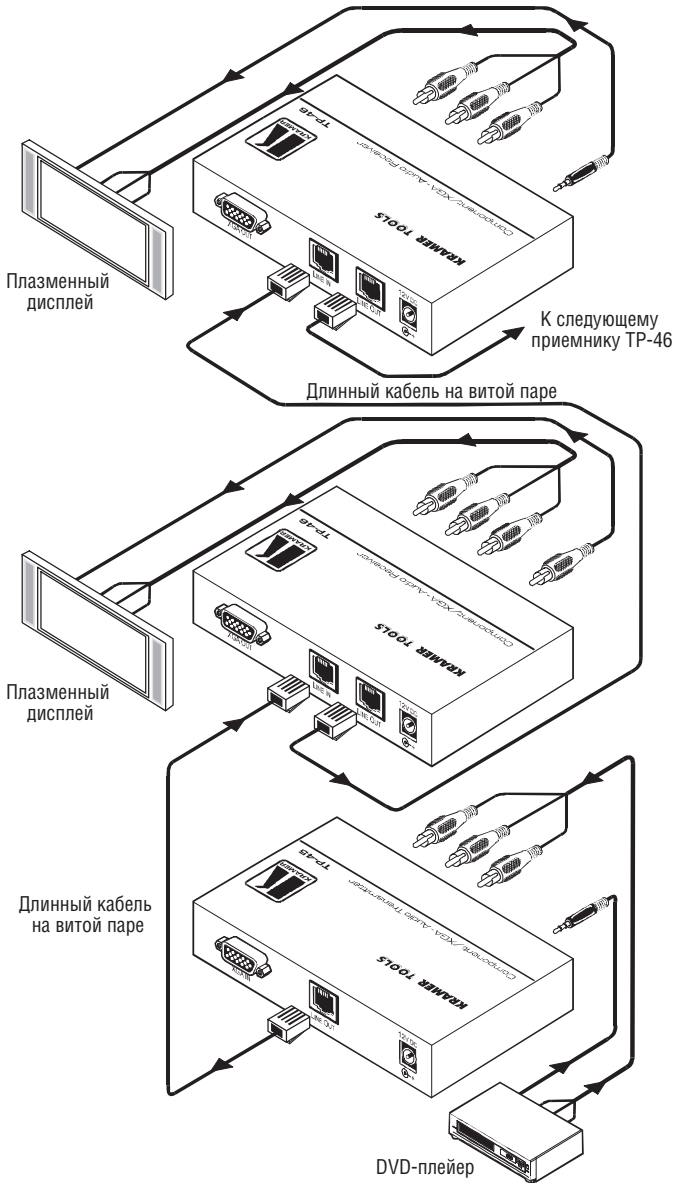

Рис. 8. Система передачи и распределения компонентного видеосигнала, XGA и аудиосигнала в компонентном режиме
Пример построения системы передачи компонентного видеосигнала и аудиосигнала по кабелю на витой паре на расстояние до 100 м показан на рис. 8.
6. Подключите выходы источников питания =12 В к разъемам питания **TP-45** и **TP-46** и вставьте источники питания в розетку электросети (не показано на рис. 8). При необходимости можно подключить источник питания только к **TP-46**, тогда передатчик будет получать питание по кабелю на витой паре. Если в системе более одного приемника, то источник питания должен быть подключен к каждому из них.